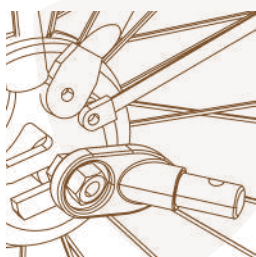

Figura 11
2. Eje con tuerca: Desenrosque la tuerca con la arandela del lado izquierdo del eje trasero de la bicicleta. Instale el enganche en el eje y vuelva a enroscar la tuerca con la arandela (Figura 11).